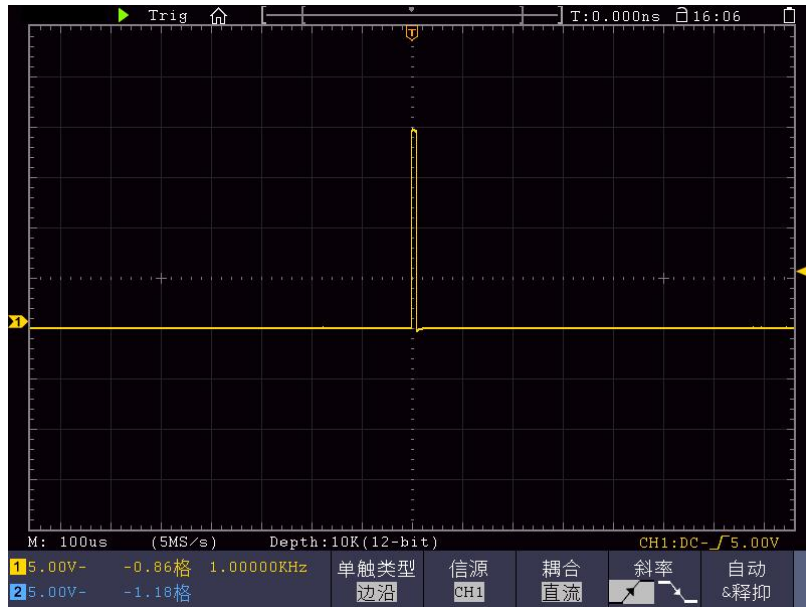

图 9-3: 捕捉单次信号
- (2) 调整 **垂直 档位** 和 **水平 档位** 旋钮，为观察的信号建立合适的垂直与水平范围。
- (3) 按 **采样** 按键，显示采样菜单。
- (4) 在下方菜单中选择 **采集模式**。在右侧菜单中选择 **峰值检测**。
- (5) 按 **触发菜单** 按键，显示触发菜单。
- (6) 在下方菜单中选择 **类型**。在右侧菜单中选择 **单触**。
- (7) 在左侧菜单中选择触发模式为 **边沿**。
- (8) 在下方菜单中选择 **信源**，在右侧菜单中选择 **CH1**。
- (9) 在下方菜单中选择 **耦合**；在右侧菜单中选择 **直流**。
- (10) 在下方菜单中选择 **斜率** 为 （上升）。
- (11) 旋转 **触发电平** 旋钮，调整触发电平到被测信号的中值。
- (12) 若屏幕上方 **触发状态指示** 没有显示 **Ready**，则按下 **Run/Stop（运行/停止）** 按键，启动获取。等待符合触发条件的信号出现。如果有某一信号达到设定的触发电平，即采样一次，显示在屏幕上。利用此功能可以轻易捕捉到偶然发生的事件，例如幅度较大的突发性毛刺：将触发电平设置到刚刚高于正常信号电平，按 **Run/Stop（运行/停止）** 按键开始等待，则当毛刺生时，机器自动触发并把触发前后一段时间的波形记录下来。通过旋转面板上水平控制区域的 **水平位移** 旋钮，改变触发位置的水平位移可以得到不同长度的负延迟触发，便于观察毛刺发生之前的波形。见图 9-3。